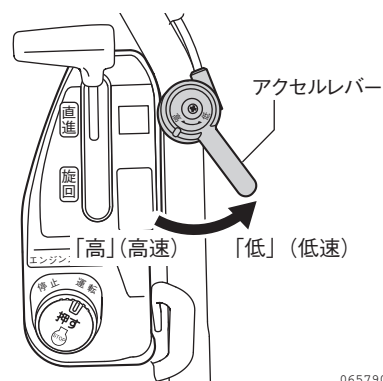

図 2-40 アクセルレバー
2. アクセルレバーを「低」位置にします。エンジン回転が下がります。(図 2-40)